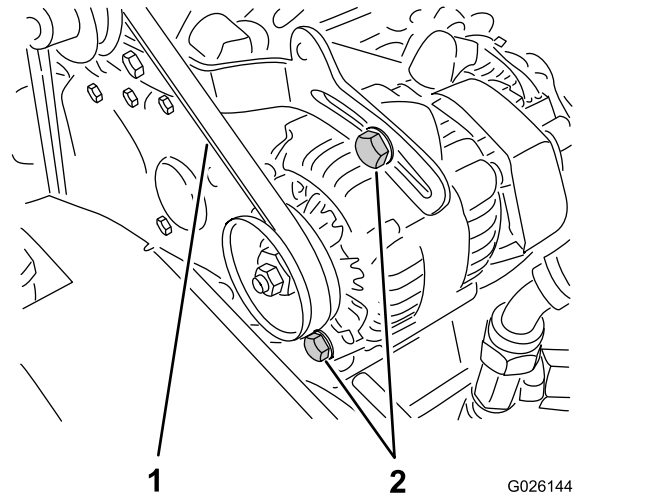

图62
2. 使用 10kg 的力按压曲轴箱与交流发电机皮带轮之间的皮带中间位置检查皮带的张紧力 **图62**。
A. 拧松 2 个交流发电机安装螺栓 **图62**。
B. 使用撬棍转动交流发电机直至达到适当的皮带张紧力然后拧紧安装螺栓 **图62**。